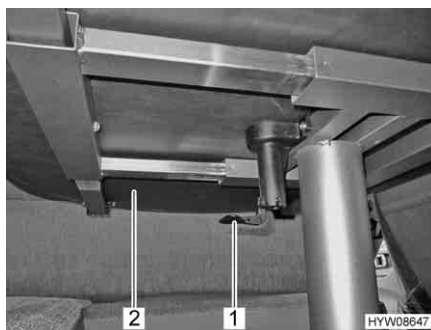

Fig. 61 Leva per spostare il piano del tavolo
- Tirare o spingere la leva (Fig. 61,1) verso il basso.
- Spingere il piano del tavolo (Fig. 61,2) nella posizione desiderata.